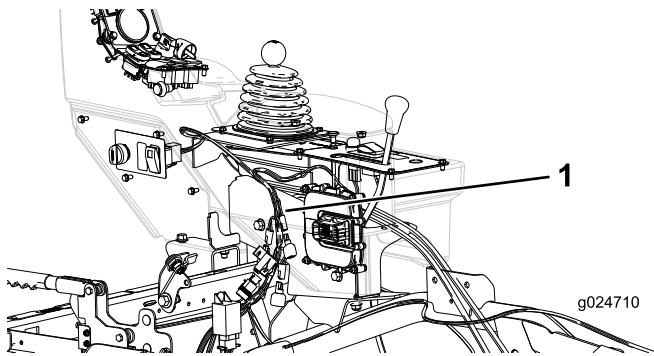

Figura 26
2. Enrute el arnés hasta la consola lateral (Figura 26).